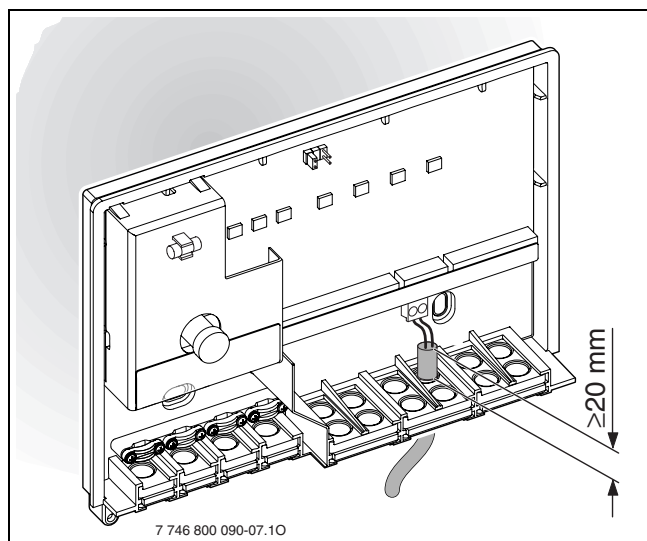

Fig. 12 Protección contra salpicaduras
Para la protección contra salpicaduras (IP): tienda los cables de modo que la camisa entre al menos 20 mm en la guía de cables (→ fig. 12).